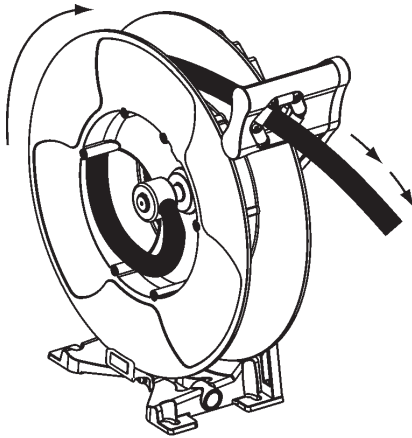

Fig.15
1. Pull the hose out and let the hose reel latch (fig. 15).
1. Tire de la manguera hasta que quede trincada en el enrollador (fig. 15).
1. Tirer le tuyau jusqu'au verrouillage du cliquet (fig. 15).
1. Ziehen Sie den Schlauch ganz heraus und lassen sie ihn einrasten (Fig. 15).